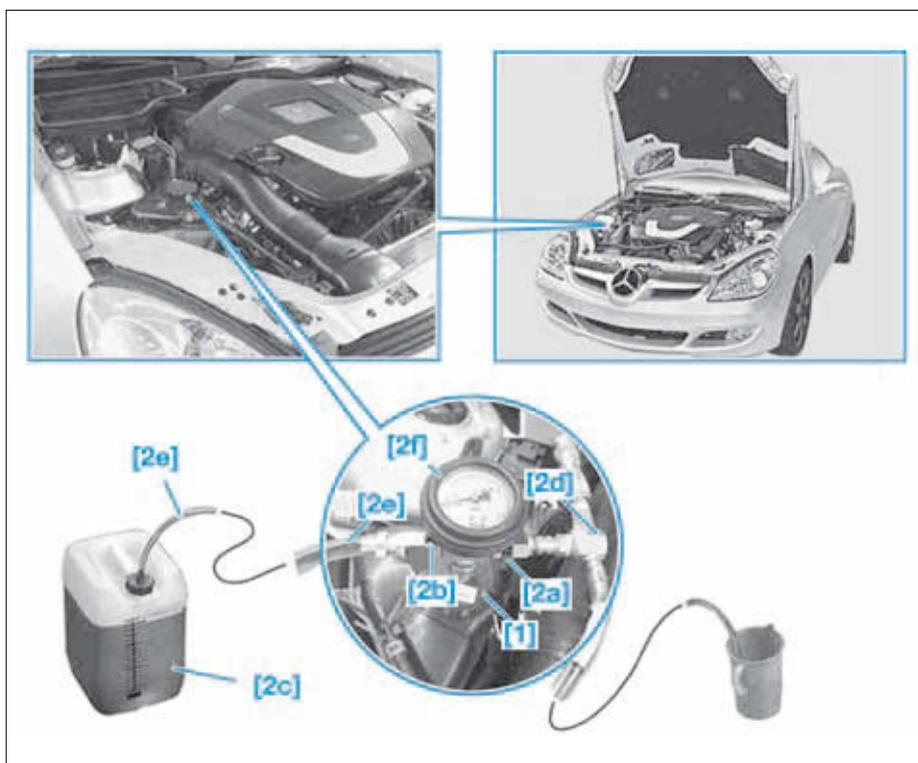

FIG. 23
- Placer l'outil [1] en lieu et place du bouchon du vase d'expansion (Fig.23).